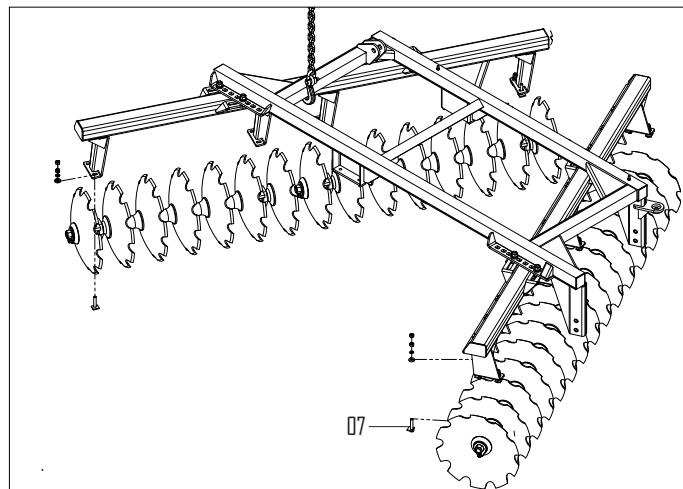

FIGURA 10
Levante com auxílio de um guincho ou talha uma parte da estrutura superior (dianteira ou traseira) conforme *figura 10*, coloque o conjunto dos discos em linha. Observe a disposição dos mesmos na seção montagem dos conjuntos dos discos. Faça coincidir a furação das sapatas com as dos mancais, efetue a montagem através dos parafusos (7), observando que o suporte de fixação (sapata) deve ficar virado para a concavidade do disco.